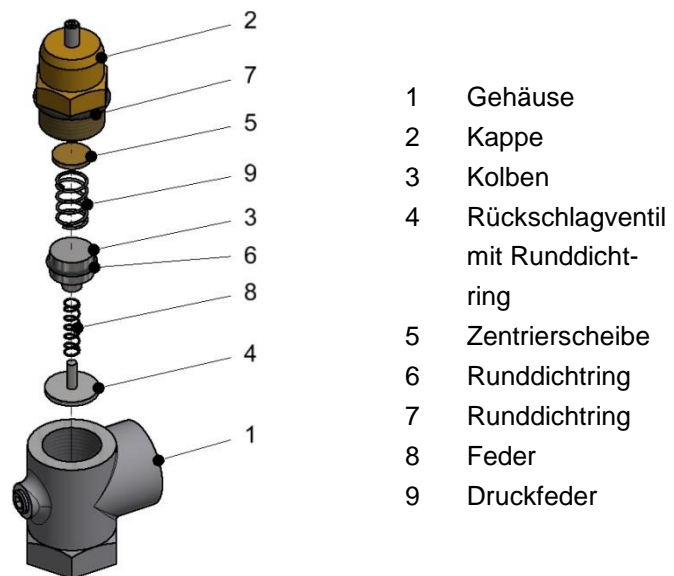

Abb. 52: Aufbau Mindestdruckventil
2. Zur Wartung des Mindestdruckventils muss die Messingkappe (Abb. 52, Pos. 2) am Mindestdruckventil entfernt werden.
5. Mindestdruckventil gemäß Aufbau Abb. 52 zusammenbauen.